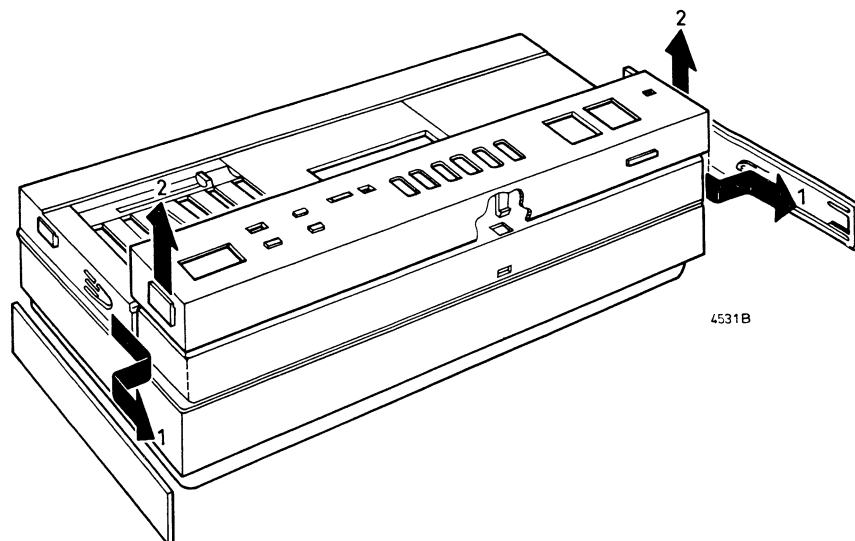

Fig. 4
1. Seitenwände 340 (Abb. 4)
2. Zierplatte 303 (Abb. 4)
3. Lampen, Indikatoren, Zählerknopf (Abb. 4)